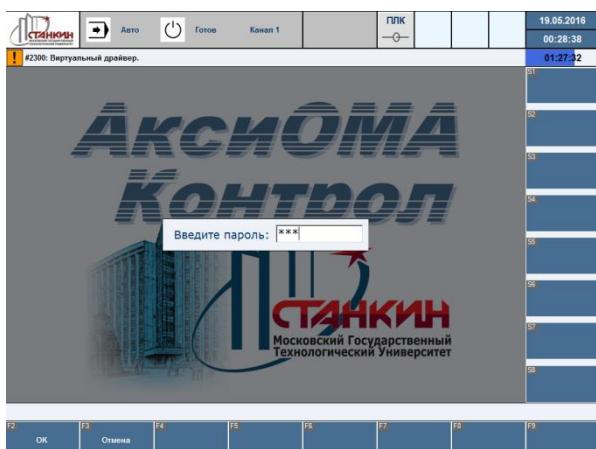

Рисунок 3 – Ввод пароля для изменения прав доступа пользователя
- Нажать S1 «Ввод пароля» – вызывается диалог ввода пароля (Рисунок 3):